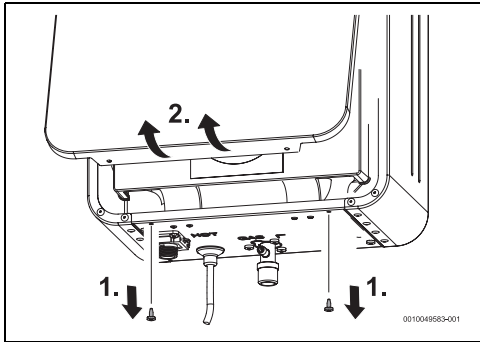

Bild 26 Vordere Verkleidung abnehmen
- ▶ Abdeckung des Geräts abnehmen (Bild 26, Seite 24).